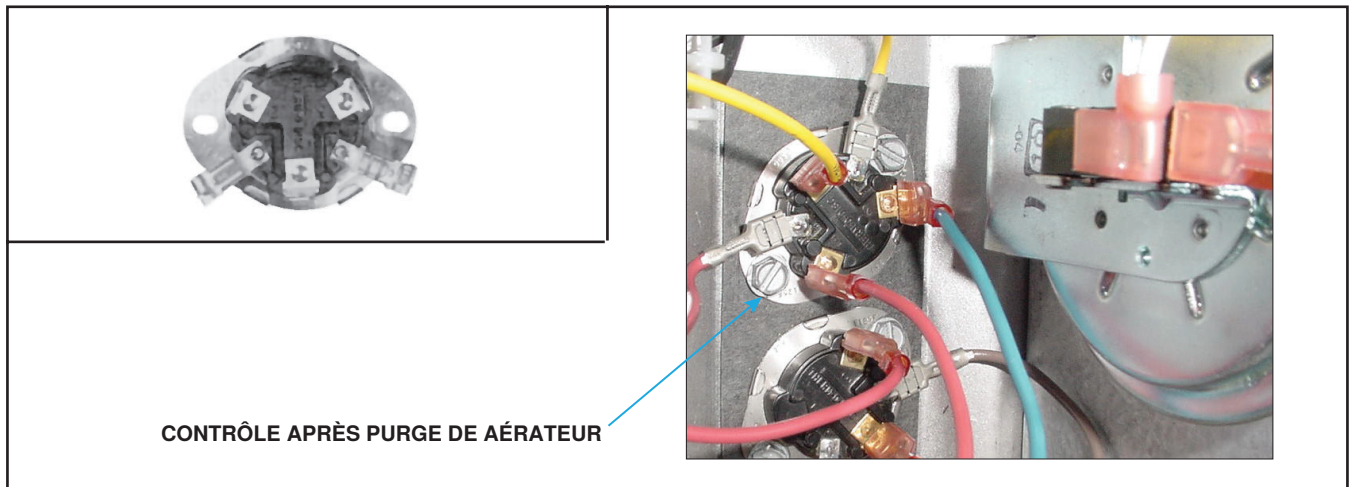

Figure 22. Contrôle après purge de aérateur obsolète
- Retirez le panneau d'accès à la contrôle, ouvrez le couvercle du boîtier électrique (le cas échéant) et localisez la contrôle de purge du ventilateur existante (voir **Figure 22**).